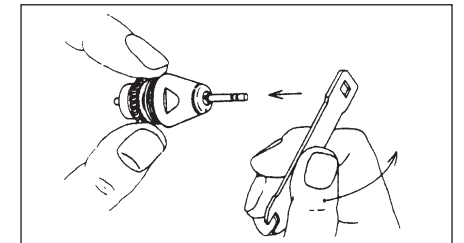

Abb.11
- 2) Den Rotor nach unten halten, den mitgelieferten Schraubenschlüssel auf den Verschluss am Ende des Rotorschafts setzen und in Pfeilrichtung drehen, wie in Abb. 11 gezeigt.